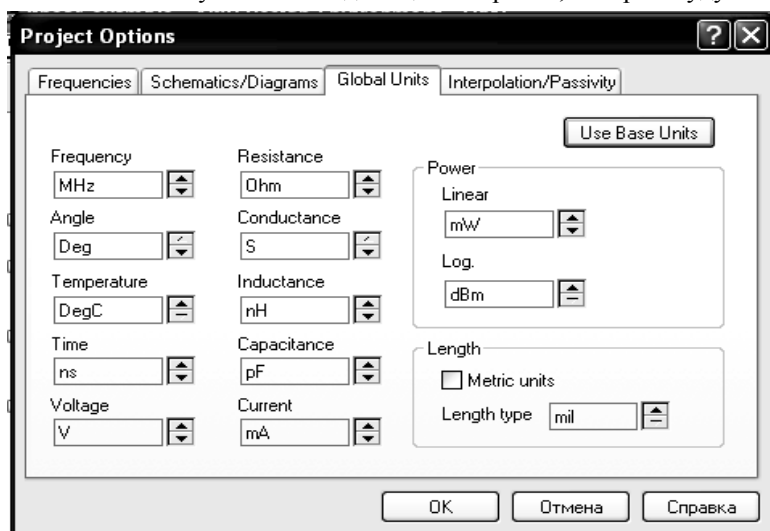

Рис. 2.1
1. Выберите в меню **Options>Project Options** (Опции>Опции проекта). Откроется диалоговое окно **Project Options** (рис. 2.1).
3. Установите нужные единицы измерения, щёлкая по стрелкам, справа от поля ввода соответствующей единицы так, чтобы они соответствовали показанным на рис. 2.1, снимите флажок в поле **Metric units** (Метриче-